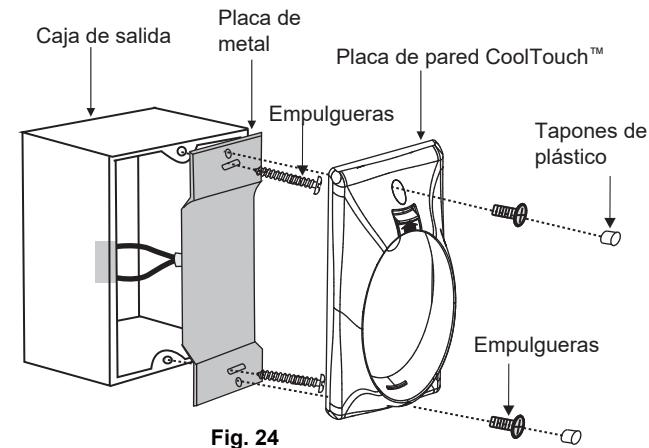

Fig. 24
**Paso 2.** Instale la placa de metal y la placa de pared CoolTouch™ en la caja de salida de pared existente con 4 tornillos provistos. Luego coloca los dos plásticos se conecta a la placa de pared. (**Fig. 24**)